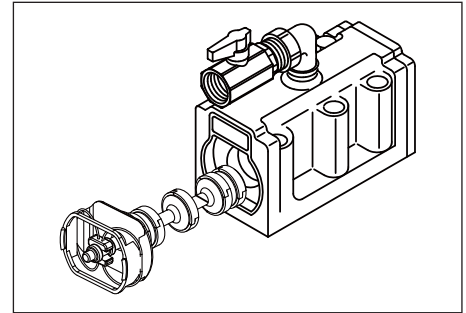

Figure 29
- Retirez le bouchon de printemps (voir figure 29).